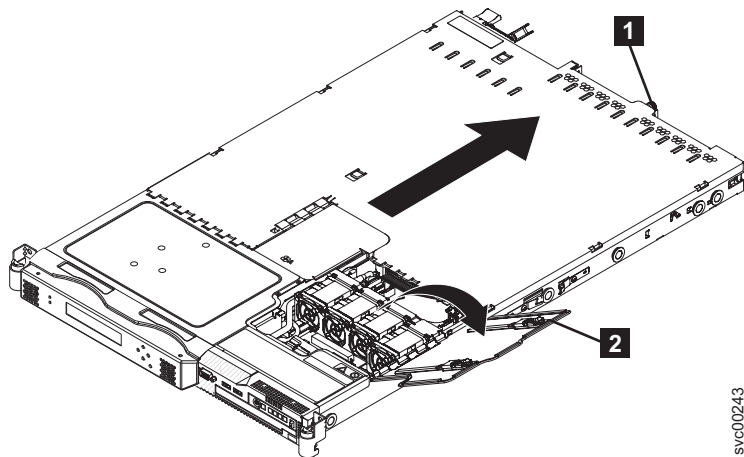

図 67. ファン・ドアを開いた状態の SAN ボリューム・コントローラー 2145-8G4
3. SAN ボリューム・コントローラー 2145-8G4 の背面でカバーを固定しているつまみねじ (91 ページの図 67 の **1**) を緩めます。